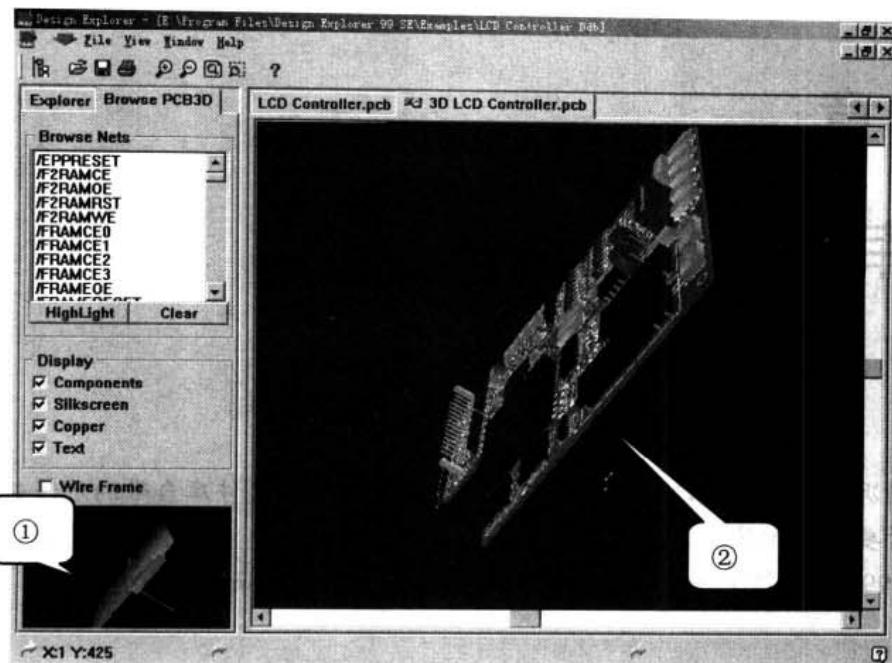

图 16-7 多角度浏览 PCB 板效果图
- (4) Display 选项区域中有以下 4 个选项，可根据需要浏览不同的电路板层：Component (元件层)、Silkscreen (丝印层)、Copper (敷铜层) 和 Text (文字)。
- (5) 在浏览区域中或左边的视图小窗口中，按住左键，可以任意旋转 PCB 板的 3D 视图，从各个侧面观察制作的 PCB 板，如图 16-7 中的①、②所示。